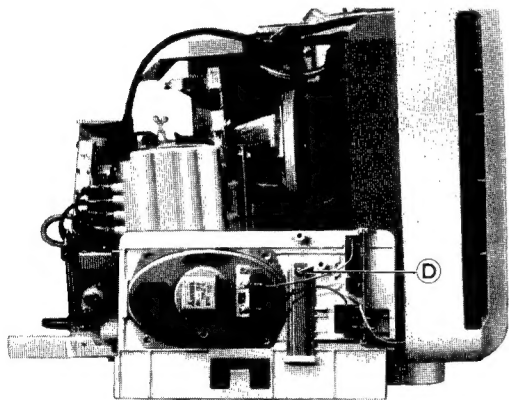

Fig. 5 Abb. 5
2. Remove the screw (D) as in Fig. 5
2. Die Schraube "D" wie in Abb. 5 entfernen.